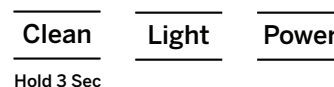

Figura 3
6. Enchufe la Opal y mantenga presionado el botón "Clean" (Limpieza) durante 3 segundos para iniciar el proceso de limpieza. Ver figura 3. .